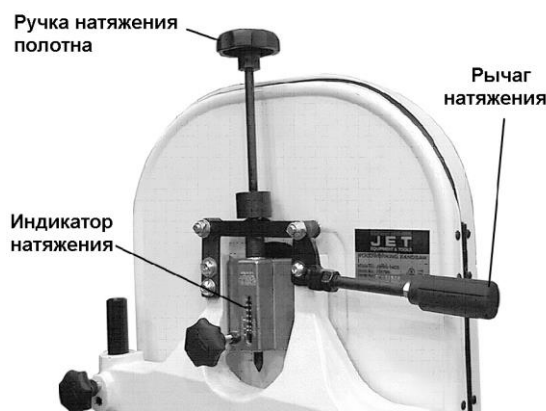

Рисунок 17
1. Ослабьте натяжение полотна, нажав на рычаг натяжения (рисунок 17).
3. Поверните ручку натяжения полотна (рисунок 17) по часовой стрелке, чтобы натянуть полотно. Индикатор на ползуне верхнего шкива (D, рисунок 17-3) показывает приблизительное натяжение полотна в соответствии с его шириной. На начальном этапе натяните полотно, ориентируясь на его ширину*.